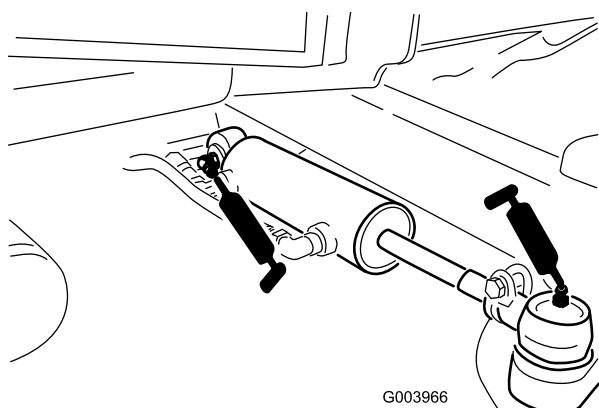

図 56
- ・ ステアリング・シリンダのボール・ジョイント（2ヶ所）（図 56）